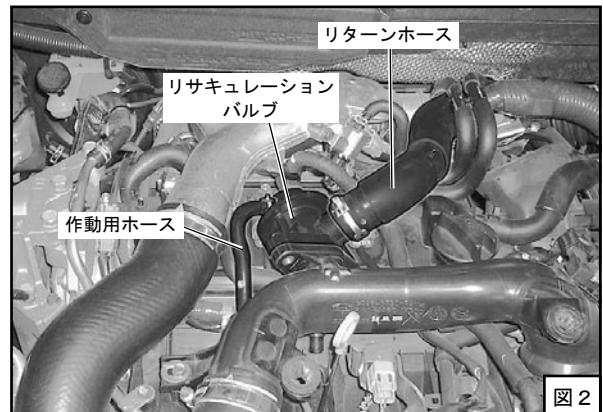

図 2
- (3) リサキュレーションバルブから作動用ホースを抜いてください。（図 2）
- (4) ボルト、ホースクランプをゆるめて、リサキュレーションバルブ、リターンホースを取外してください。（図 2）